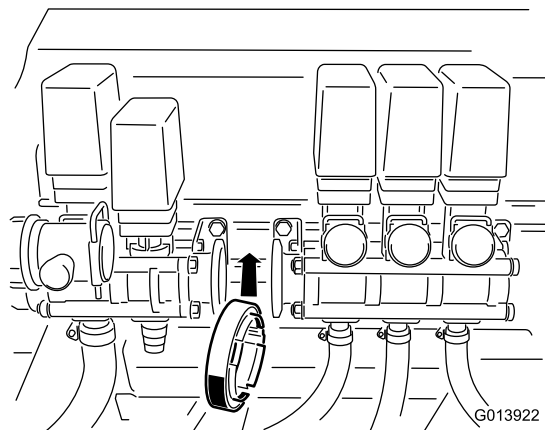

Figura 8
20. Deslice hacia atrás el conjunto de válvulas de los brazos, hacia la nueva válvula del eyector, hasta que los 2 adaptadores están enrasados entre sí con la junta entre ellos (Figura 8).